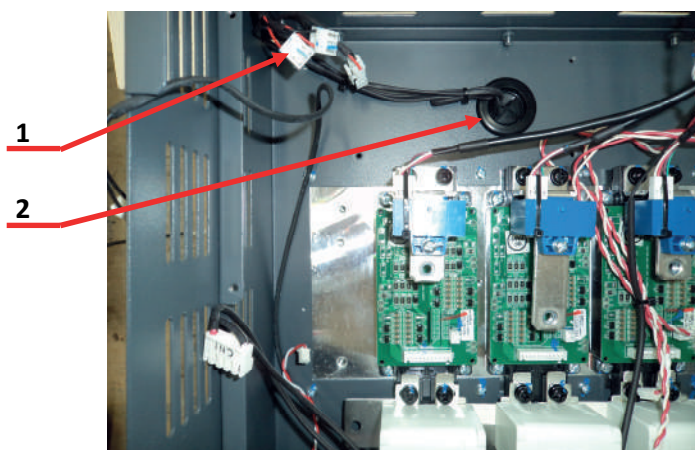

Рис.7.27
- 7.8.2. Перетащить в верхний отсек корпуса преобразователя частоты разъём поз.1 кабеля питания устанавливаемого вентилятора через отверстие проходной втулки поз.2 (рис.7.27).